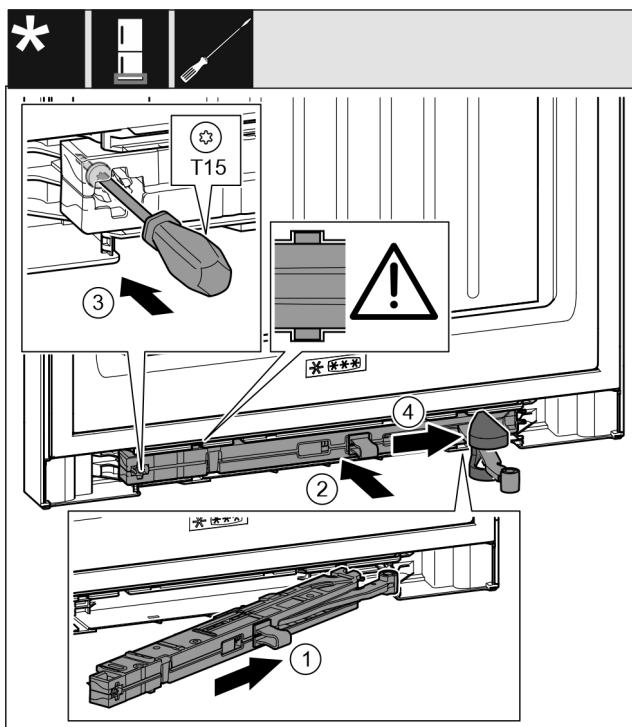

Fig. 66
- ▶ Enoto blažilnikov za zapiranje vrat Fig. 66 (1) na strani ležajnega podstavka potisnite v odprtino do konca.
- ▶ Potisnite enoto blažilnikov za zapiranje vrat Fig. 66 (2) do konca v odprtino.
- ▶ Zategnite vijak Fig. 66 (3) z izvijačem.
- ▶ Potisnite pokrov Fig. 66 (4) prek zgibnega dela.